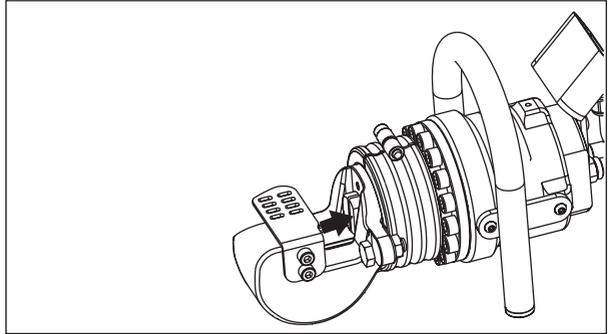

Abbildung 6, Kolben und Messer in der Ausgangsposition (vollständig eingefahren)
Stellen Sie vor dem Positionieren von Material zwischen dem Schneidkopf stets sicher, dass sich der Kolben und das bewegliche Messer in der „Ausgangsposition“ (vollständig zurückgezogen) befinden. Siehe Abbildung 6.
2. Stellen Sie sicher, dass sich der Kolben in der „Ausgangsposition“ (vollständig zurückgezogen) befindet. Siehe Abbildung 6.